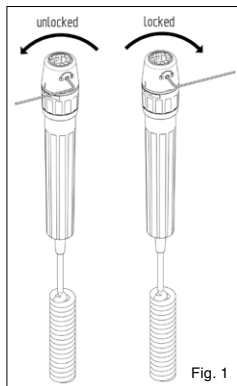

Fig. 1
- Påsatte instrumenter kan sikres mod utilsigtelig aftagning, idet fremgangsmåden på fig. 1 anvendes med den medfølgende sekskantnøgle.